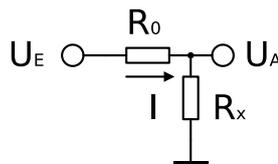

Abbildung 3.1: Schaltung zum Ohmschen Widerstand
- Bauen Sie die Schaltung gemäß Abb. 3.1 auf und wählen Sie zunächst  $R_0 = 1\text{k}\Omega$  sowie  $100\Omega \leq R_x \leq 10\text{k}\Omega$ . Variieren Sie  $U_E$  im Bereich von  $-10\text{V}$  bis  $10\text{V}$  und stellen Sie  $I$  als Funktion von  $U_A$  grafisch dar. Bedenken Sie dabei, dass der Ausgang der DAQ-Karte mit max.  $5\text{mA}$  belastet werden darf und nutzen Sie Ihr Wissen über Impedanzwandler, um eine geeignete Eingangsspannung zu erzeugen.